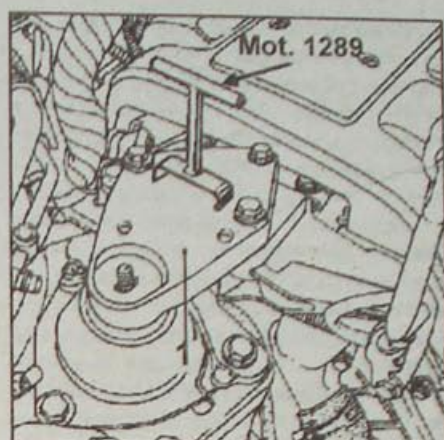

Рис. 2.48. Использование приспособления Mot. 1289-02 для регулировки положения ограничителя хода правой маятниковой подвески двигателя (1)
• С помощью приспособления Mot. 1289-02 отрегулируйте положение ограничителя хода правой маятниковой подвески двигателя (рис. 2.48).